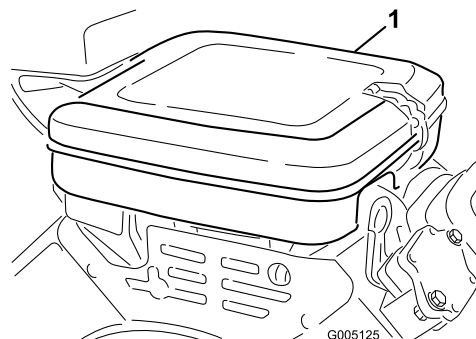

Figure 32
1. Ouvrez les clips de verrouillage et déposez le couvercle du filtre à air (Figure 32). Nettoyez soigneusement le couvercle.